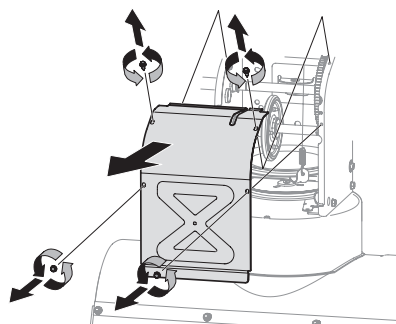
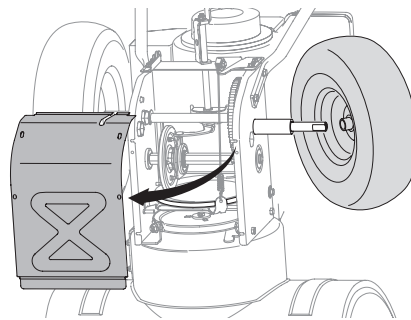

Figure 4-4
Figure 4-15
3. Enlevez le couvre-châssis en enlevant les deux vis auto-taraudeuses (a) qui le maintient. Voir Figure 4-4.
5. Démontez le couvre-châssis du dessous de la souffleuse en retirant les quatre vis auto-taraudeuses qui le maintiennent en place. Voir Figure 4-4.
3. Démontez le couvre-châssis du dessous de la souffleuse en retirant les quatre vis auto-taraudeuses qui le maintiennent en place. Voir Figure 4-4.
4. Démontez le couvre-châssis du dessous de la souffleuse en retirant les quatre vis auto-taraudeuses qui le maintiennent en place. Voir Figure 4-4. Démontez la roue de droite en enlevant la vis et la rondelle creuse qui la maintiennent sur l'essieu. Voir Figure 4-15.